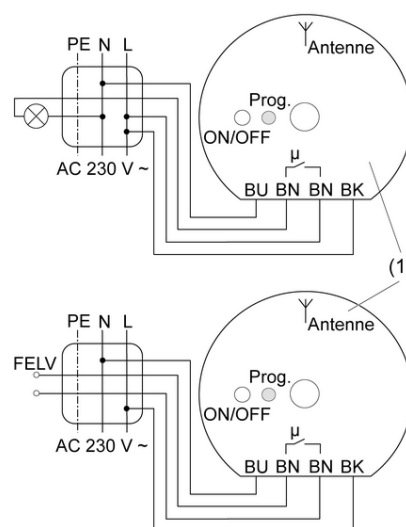

Figura 3
- Conectar actuador pulsador/de conmutación (1) con los bornes de la lámpara (véase utilización de bornes de lámpara) conforme al plano de conexiones (figura 3).